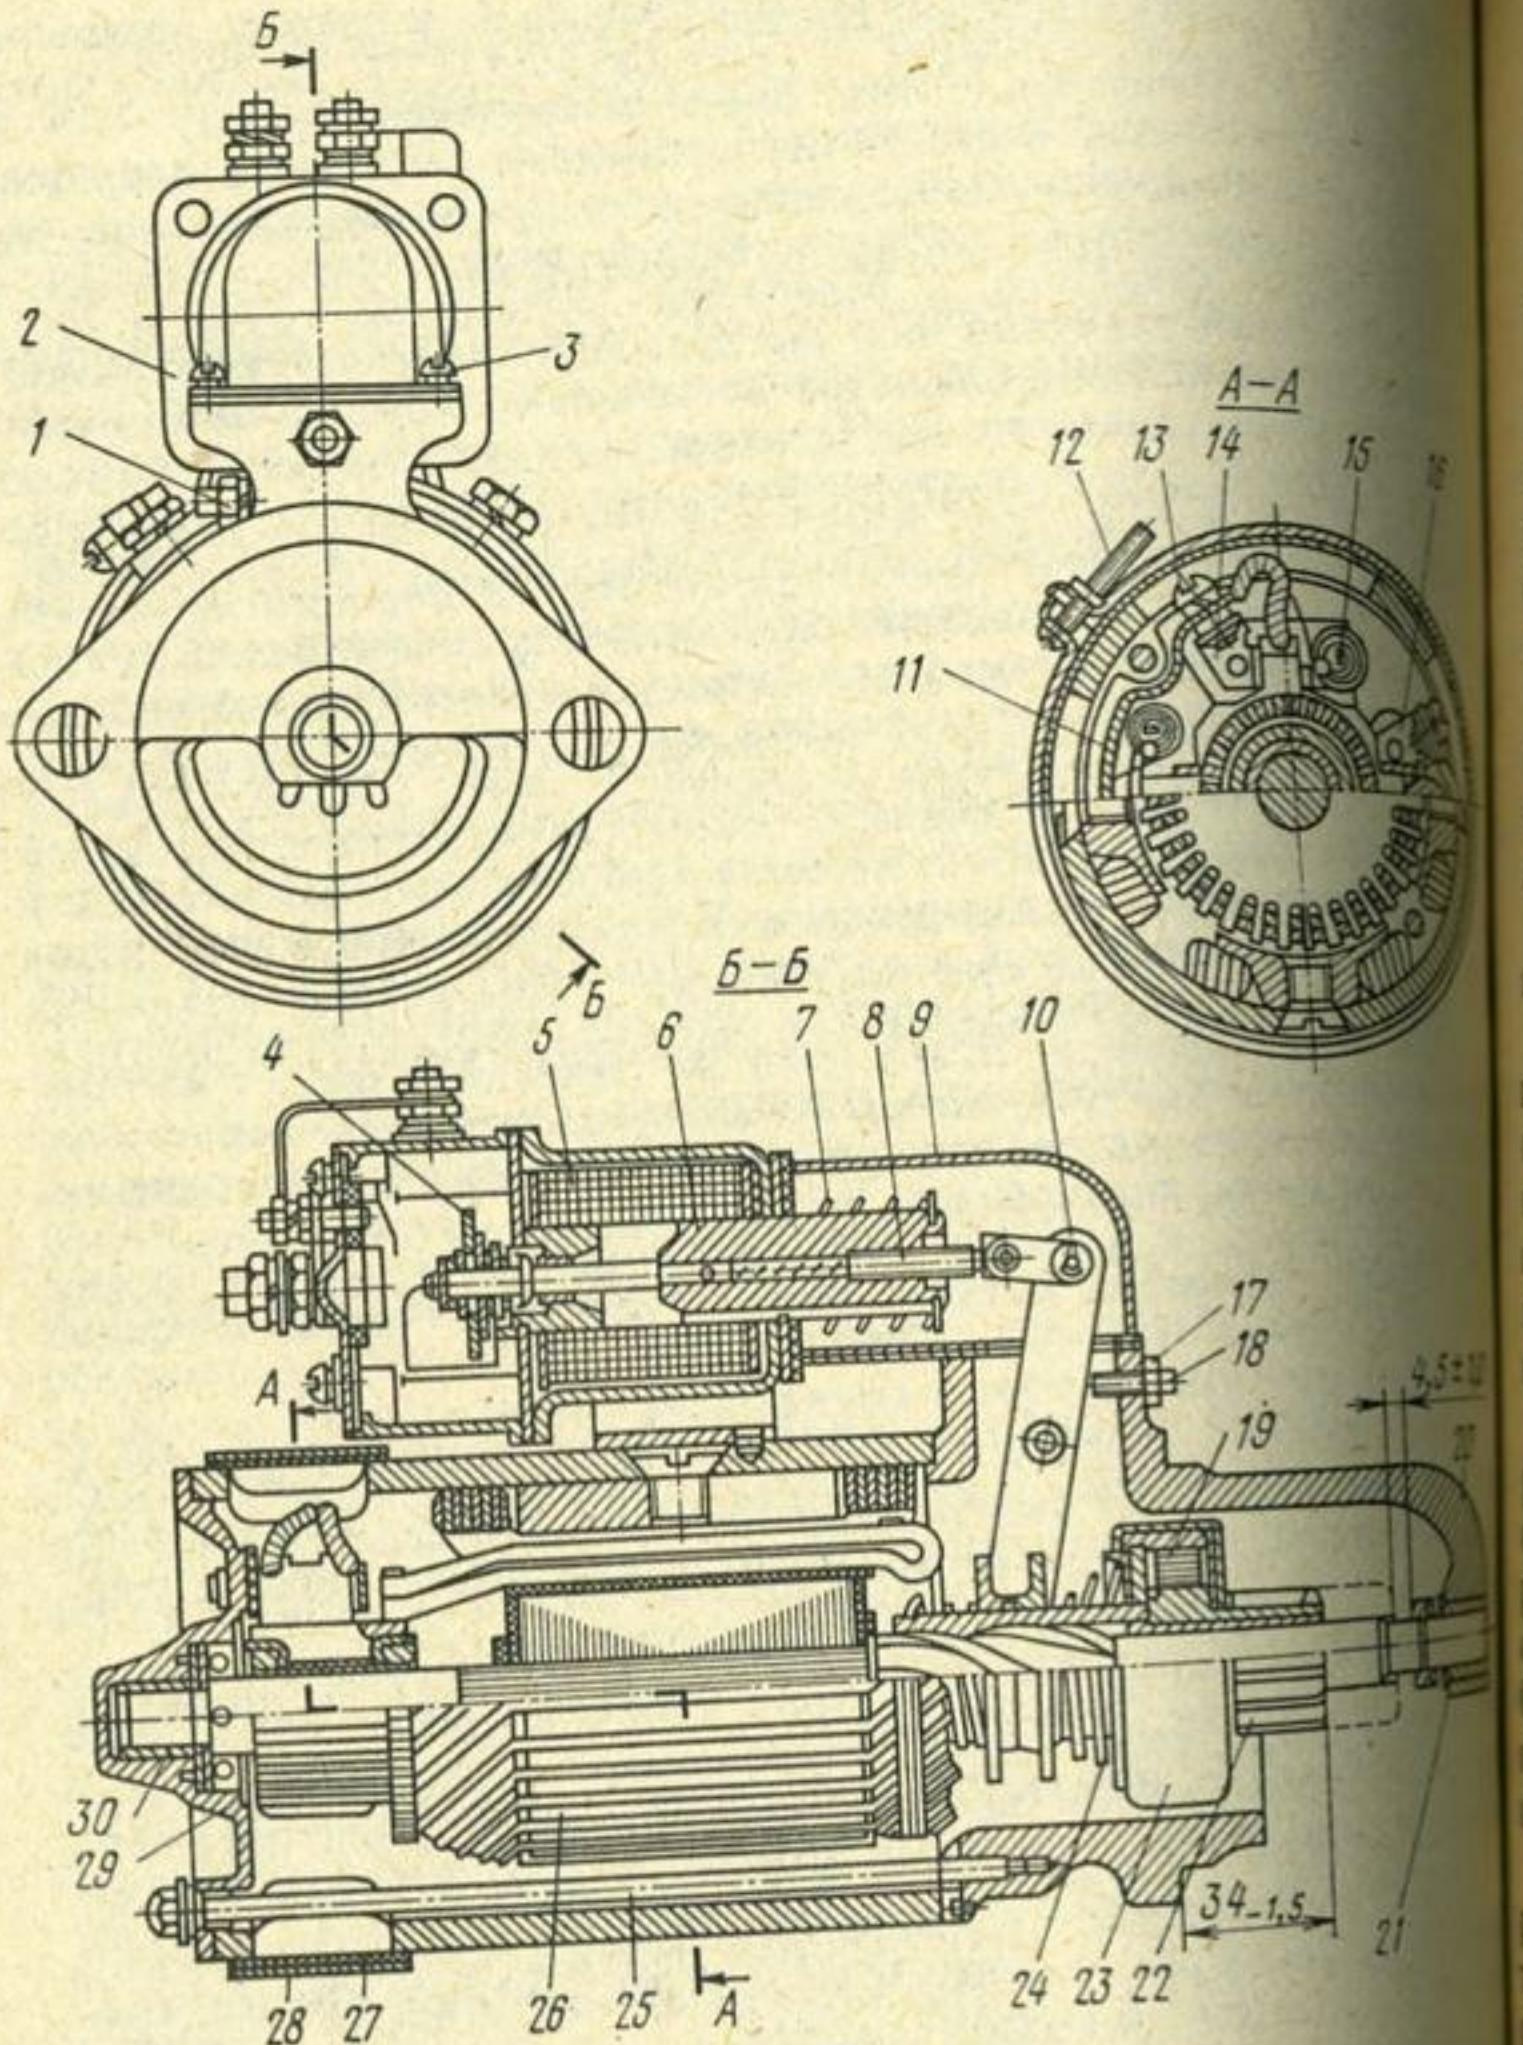

Рис. 44. Стартер:
1. Ослабьте стяжной винт 12 (рис. 44) и снимите защитную ленту 28 с корпуса.
при выключенном положении стартера проверяют размер $34_{-1,5}$ мм (см. рис. 44) от фланца крышки 20 до торца шестерни 22 привода. Регулировку этого размера в случае необходимости производят винтом 18 с контргайкой 17 рычага 10 включения привода; после проверки и регулировки исходного положения шестерни привода стартера в выключенном положении нажатием на рычаг 10 (при снятом защитном кожухе 20) до упора перемещают привод в направлении включения, выбирают люфт якоря стартера легким отжатием его в сторону коллектора и производят проверку